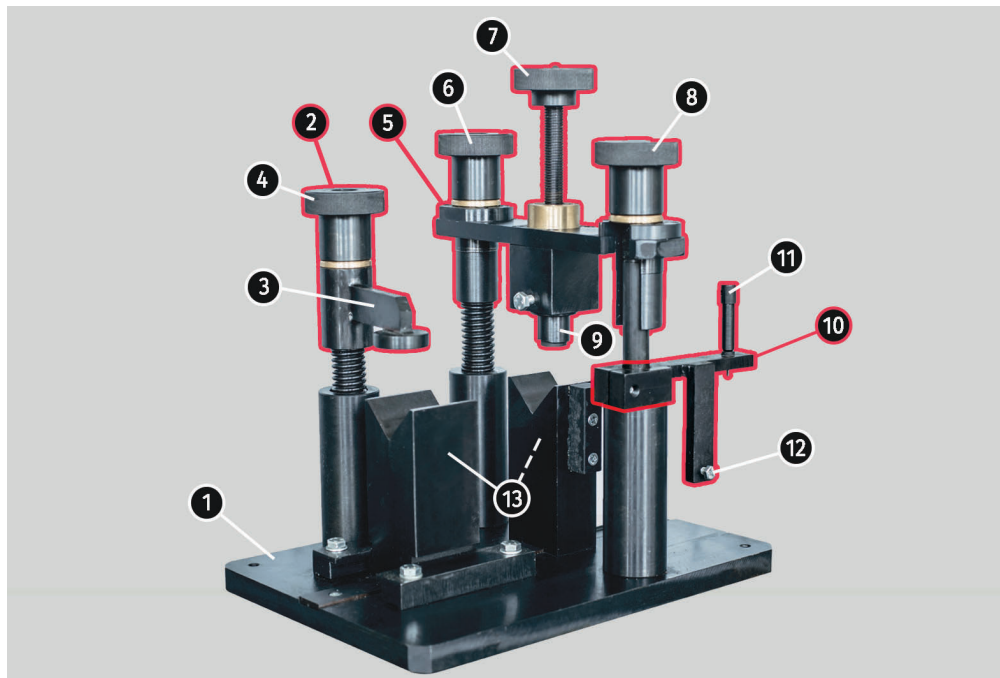
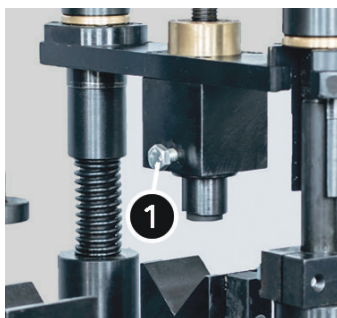

Рисунок 1
Рисунок 3
Приспособление состоит из следующих основных элементов (рис. 1):
- 1.1. Установите амортизатор на опорные стойки (поз. 13 рис. 1) и зафиксируйте амортизатор в приспособлении с помощью прижимного механизма (поз. 2 рис. 1).
- 1.2. Поместите маркер (поз. 11 рис. 1) на цилиндрической поверхности корпуса как можно ближе к доньшку амортизатора и с помощью молотка выполните кернение.
- 2.1. Установите амортизатор на опорные стойки (поз. 13 рис. 1) и зафиксируйте амортизатор в приспособлении с помощью прижимного механизма (поз. 2 рис. 1).
- 2.4. Выкрутите запрессовочный винт 7 (рис. 1) до тех пор, пока штифт полностью не войдет в заправочную форсунку.
- 2.5. Расположите заправочную форсунку над отверстием с пластиковой заглушкой. Затем с помощью фиксирующих гаек 6 и 8 (рис.1) прижмите форсунку к заглушке.
- 2.9. Выкрутите запрессовочный винт 7 (рис. 1), ослабьте фиксирующих гаек 6 и 8 (рис.1) и ответите в сторону Заправочный механизм.
3. При необходимости замены уплотнительных элементов заправочной форсунки 9 (рис. 1) ее следует извлечь из корпуса заправочного механизма. Перед извлечением форсунки необходимо выкрутить стопор поз. 1 рис. 3.